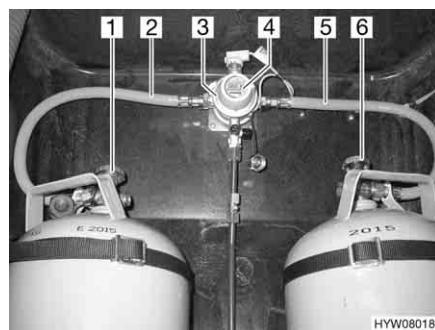
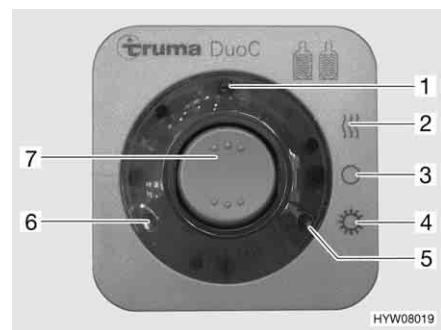

Fig. 118 Impianto di commutazione DuoControl
Fig. 119 Centralina di controllo
L'impianto di commutazione DuoControl è costituito da una valvola di commutazione (Fig. 118,3) e da una centralina di controllo (Fig. 119). La valvola di commutazione è installata tra i tubi del gas (Fig. 118,2 e 5). Con la manopola (Fig. 118,4) sulla valvola di commutazione è possibile stabilire, quale delle bombole del gas viene utilizzata come bombola in uso e quale bombola del gas viene utilizzata come bombola di riserva.
Sulla centralina di controllo (Fig. 119) possono venire azionate solo le funzioni elettriche. Le valvole principali di arresto delle bombole del gas (Fig. 118,1 e 6) devono essere aperti manualmente.
La valvola di commutazione garantisce una pressione del gas costante, indipendentemente da quale bombola provenga l'alimentazione del gas. Le due spie di controllo sulla centralina di controllo indicano il livello di riempimento della bombola in uso. Se è accesa la spia di controllo verde (Fig. 119,6), la bombola in uso è piena. Se è accesa la spia di controllo rossa (Fig. 119,5), la bombola in uso è vuota. Il rifornimento di gas avviene poi tramite la bombola di riserva.
- Aprire le valvole principali di arresto delle bombole del gas (Fig. 118,1 e 6).
- Con la manopola (Fig. 118,4) sulla valvola di commutazione (Fig. 118,3) selezionare la bombola del gas, da cui proviene la principale alimentazione del gas (bombola in uso). Girare la manopola fino all'arresto.
- Sulla centralina di controllo (Fig. 119) attivare l'impianto di commutazione DuoControl. Posizionare l'interruttore a bilico (Fig. 119,7) su funzionamento invernale "On e riscaldamento" (Fig. 119,2) oppure su funzionamento estivo "On" (Fig. 119,4). La valvola di commutazione è ora disareata. La spia di controllo gialla (Fig. 119,1) è accesa, se si seleziona la modalità di funzionamento invernale e l'impianto antighiaccio con regolatore è attivato.
- Portare l'interruttore a bilico (Fig. 119,7) in posizione "O" (Fig. 119,3). La spia gialla di controllo (Fig. 119,1) si spegne.
- Chiudere le valvole principali di arresto delle bombole del gas (Fig. 118,1 e 6).
Le spie di controllo sulla centralina di controllo (Fig. 119,5 e 6) segnalano all'interno del veicolo, se la bombola in uso è pronta al funzionamento.
Se la spia di controllo verde (Fig. 119,6) si spegne durante il funzionamento e la spia di controllo rossa (Fig. 119,5) si accende, significa che la bombola del gas selezionata come bombola in uso è vuota e deve essere sostituita. La bombola di riserva continua ad alimentare le utenze a gas.